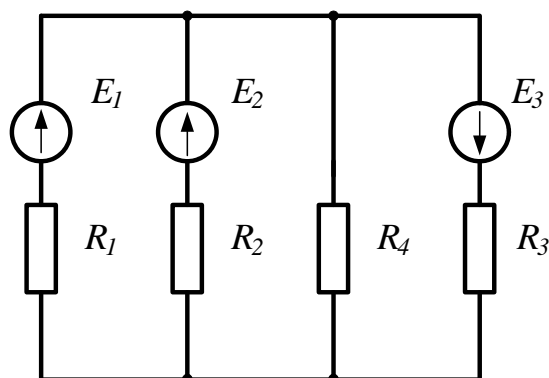

Рисунок 30
**Задача 23.** В цепи (рис.30) ЭДС источников питания равны  $E_1=120\text{В}$ ,  $E_2=200\text{В}$ ,  $E_3=100\text{В}$ , а сопротивления ветвей соответственно  $R_1=1\text{Ом}$ ,  $R_2=2\text{Ом}$ ,  $R_3=4\text{Ом}$ ,  $R_4=5\text{Ом}$ . Рассчитать токи в ветвях цепи методом контурных токов, определить режим работы каждого из источников. Составить баланс мощностей.